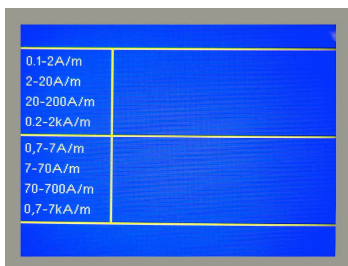

Рисунок 10.2
10.2.4. По умолчанию диапазоны возможных для воспроизведения значений магнитного поля отображаются в единицах напряженности магнитного поля (рис. 10.2). При необходимости отображения значений магнитного поля в единицах магнитной индукции смените единицы измерения, нажав кнопку «Un» на панели управления УГТПС. Установка готова к работе.